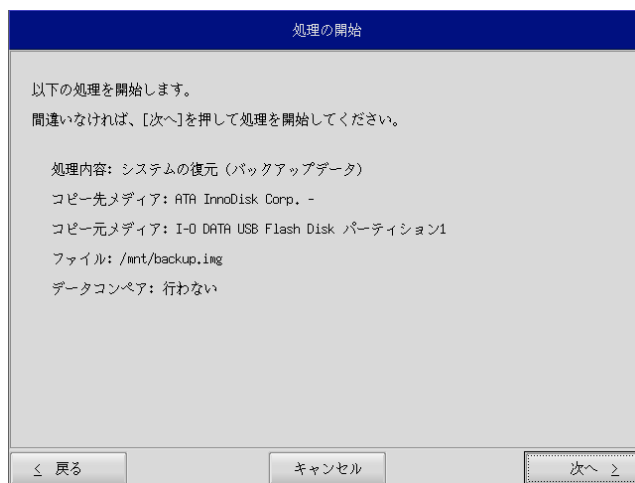

図 6-3-6. 確認画面
- ⑪ 確認画面（図 6-3-6）が表示されます。メディア、パーティション、保存ファイルを確認します。[次へ] ボタンを押します。